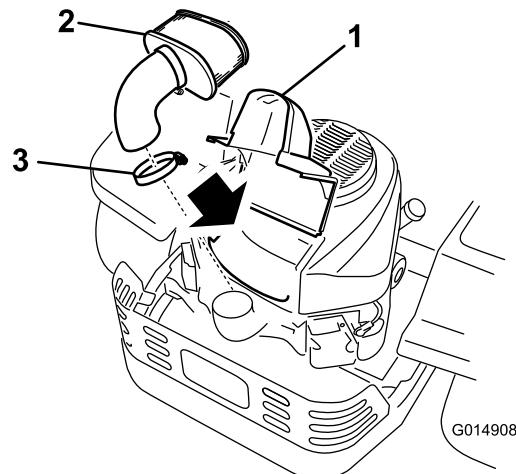

Figura 36
3. Pulite intorno al coperchio del filtro dell'aria per evitare che la morchia possa penetrare nel motore provocando gravi danni. Sollevate il coperchio e rimuovete la fascetta stringitubo che assicura il gruppo filtro dell'aria al motore (Figura 36).
4. Allentate la fascetta stringitubo e rimuovete l'elemento di carta (Figura 36).